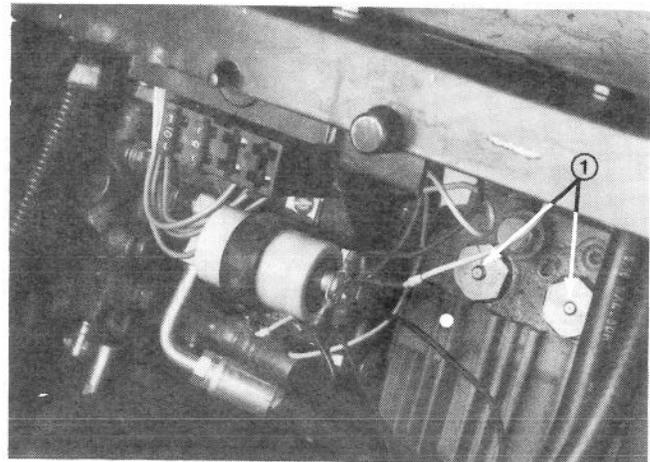

Abbildung 11
1. Die Feststellbremse aktivieren. Sicherstellen, daß der ABTRIEB ausgeschaltet ist und sich der Hubhebel auf TRANSPORT oder SCHWEBEN befindet (Abb. 11). Die Füße vom Fahrpedal halten und sicherstellen, daß es sich auf NEUTRAL befindet.
3. Bei einer Witterung unter 15°C, den Glühkerzenschalter auf EIN stellen (Abb. 11) und dort die folgende empfohlene Frist einhalten.
2. Die Stifte in der Mitte der zwei (2) Prüfventilsätze an der Oberseite des Getriebes (Abb. 11) zusammendrücken und zusammengedrückt halten, während die Maschine abgeschleppt wird.